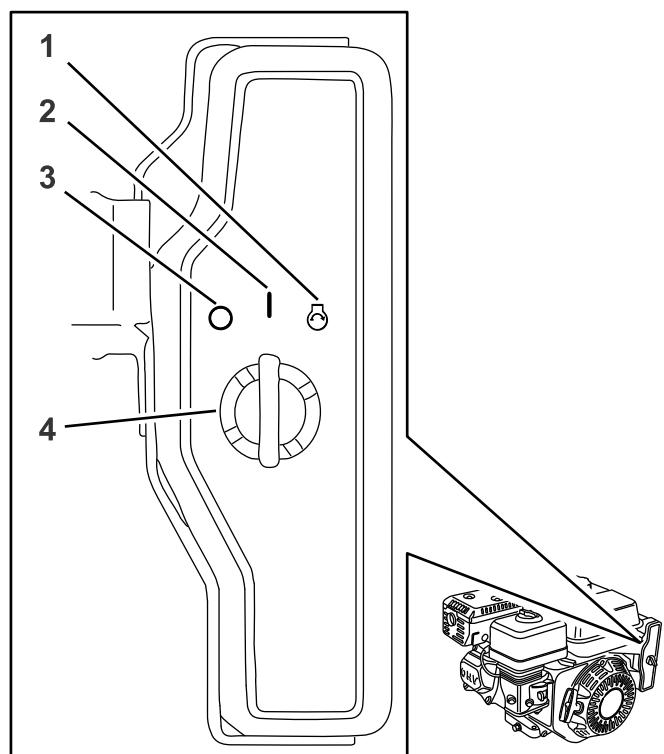

Figura 16
- Gire el interruptor de encendido a la posición de CONECTADO (Figura 16).
- Gire la llave a la posición de ARRANQUE, y manténgalo en esa posición hasta que el motor arranque (Figura 16).